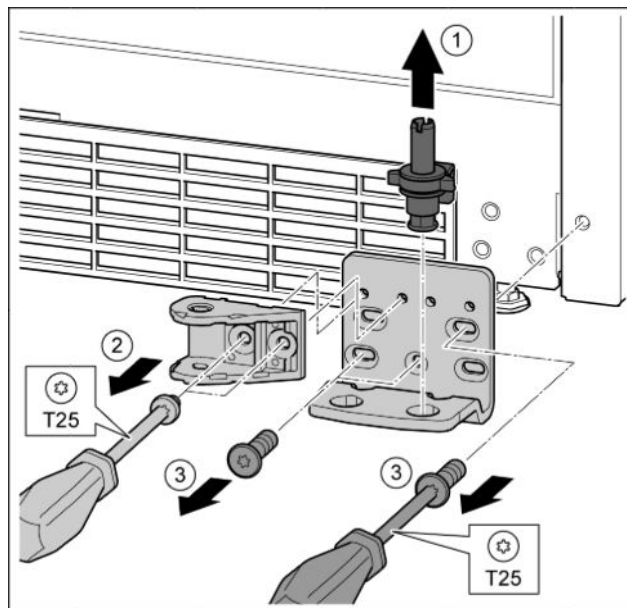

Fig. 31
- ▶ Ložiskový čep celý vytáhněte nahoru. Fig. 31 (1)
- ▶ Šroubovákem T25 vyšroubujte šrouby a sejměte stojan ložiska. Fig. 31 (2)
- ▶ Šroubovákem T25 vyšroubujte šrouby a sejměte stojan ložiska. Fig. 31 (3)